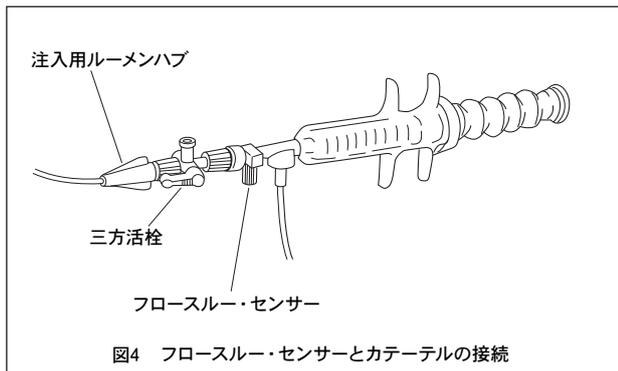

図4 フロースルー・センサーとカテーテルの接続
- * 1. システム内に空気がないことを確認します。カテーテル注入用ルーメンハブを本品の三方活栓に接続します（図4）。